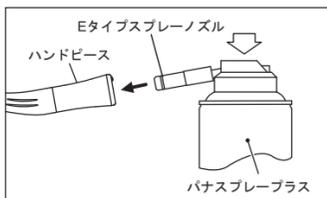

図18
- 2 Eタイプスプレーノズルをハンドピース後部へ挿し込み、2~3秒間のスプレーを2~3回繰り返して、ハンドピース先端から出るオイルに血液等の異物がまざらなくなるまで内部の洗浄注油を行います。(図18)